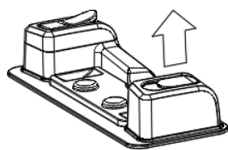

Fig. 5
1. Aprire la chiusura di tenuta (Fig. 5).